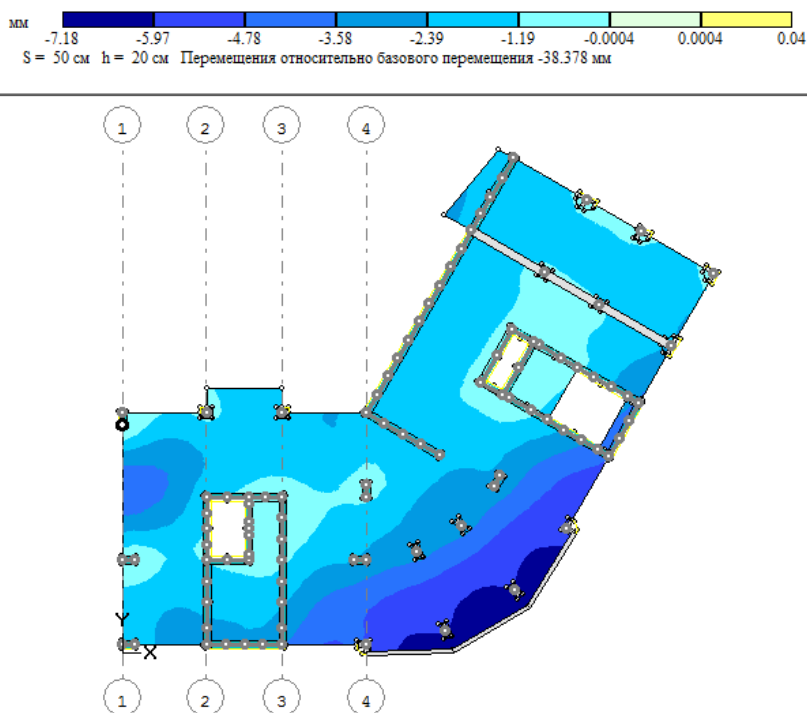

Рис.2.4.2. Изополя перемещений относительно заданного уровня
Изополя перемещений вдоль оси z будут перерисованы и значения перемещений будут пересчитаны относительно выбранного горизонтального уровня – узла опоры с минимальным перемещением вдоль оси z (рис. 2.4.2).
- подведите эту черту к точке с координатой $Y = 150$ см – в окне редактирования будет приведено значение перемещения относительно заданного уровня (см. рис. 2.4.2) в указанной точке;